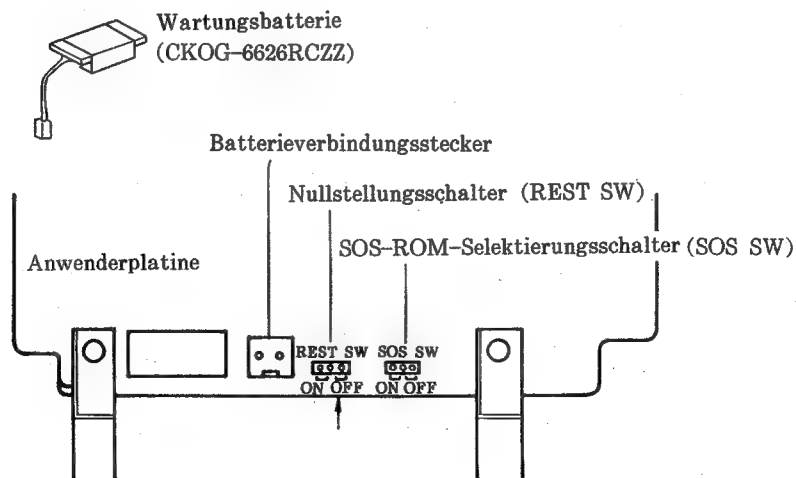

Abb.14
- (4) Die Rückwand abnehmen (siehe Seite 3).
(5) Die Anwenderplatine wie folgt aus dem Gehäuse entfernen:
a) Die Wartungsbatterie (CKOG-6626RCZZ) an den Batterieverbindungsstecker der Anwenderplatine anschließen (siehe Abb. 14).
- b) Den Nullstellungsschalter auf ON stellen (siehe Abb. 14).